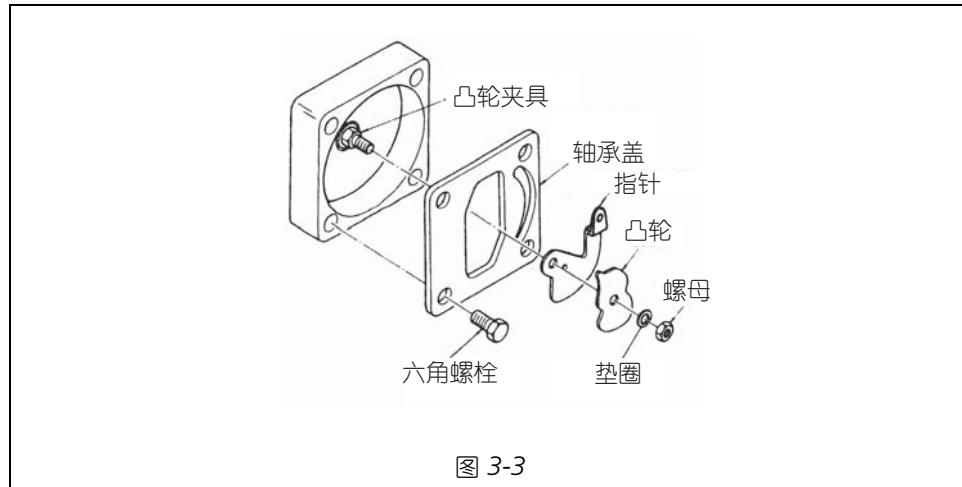
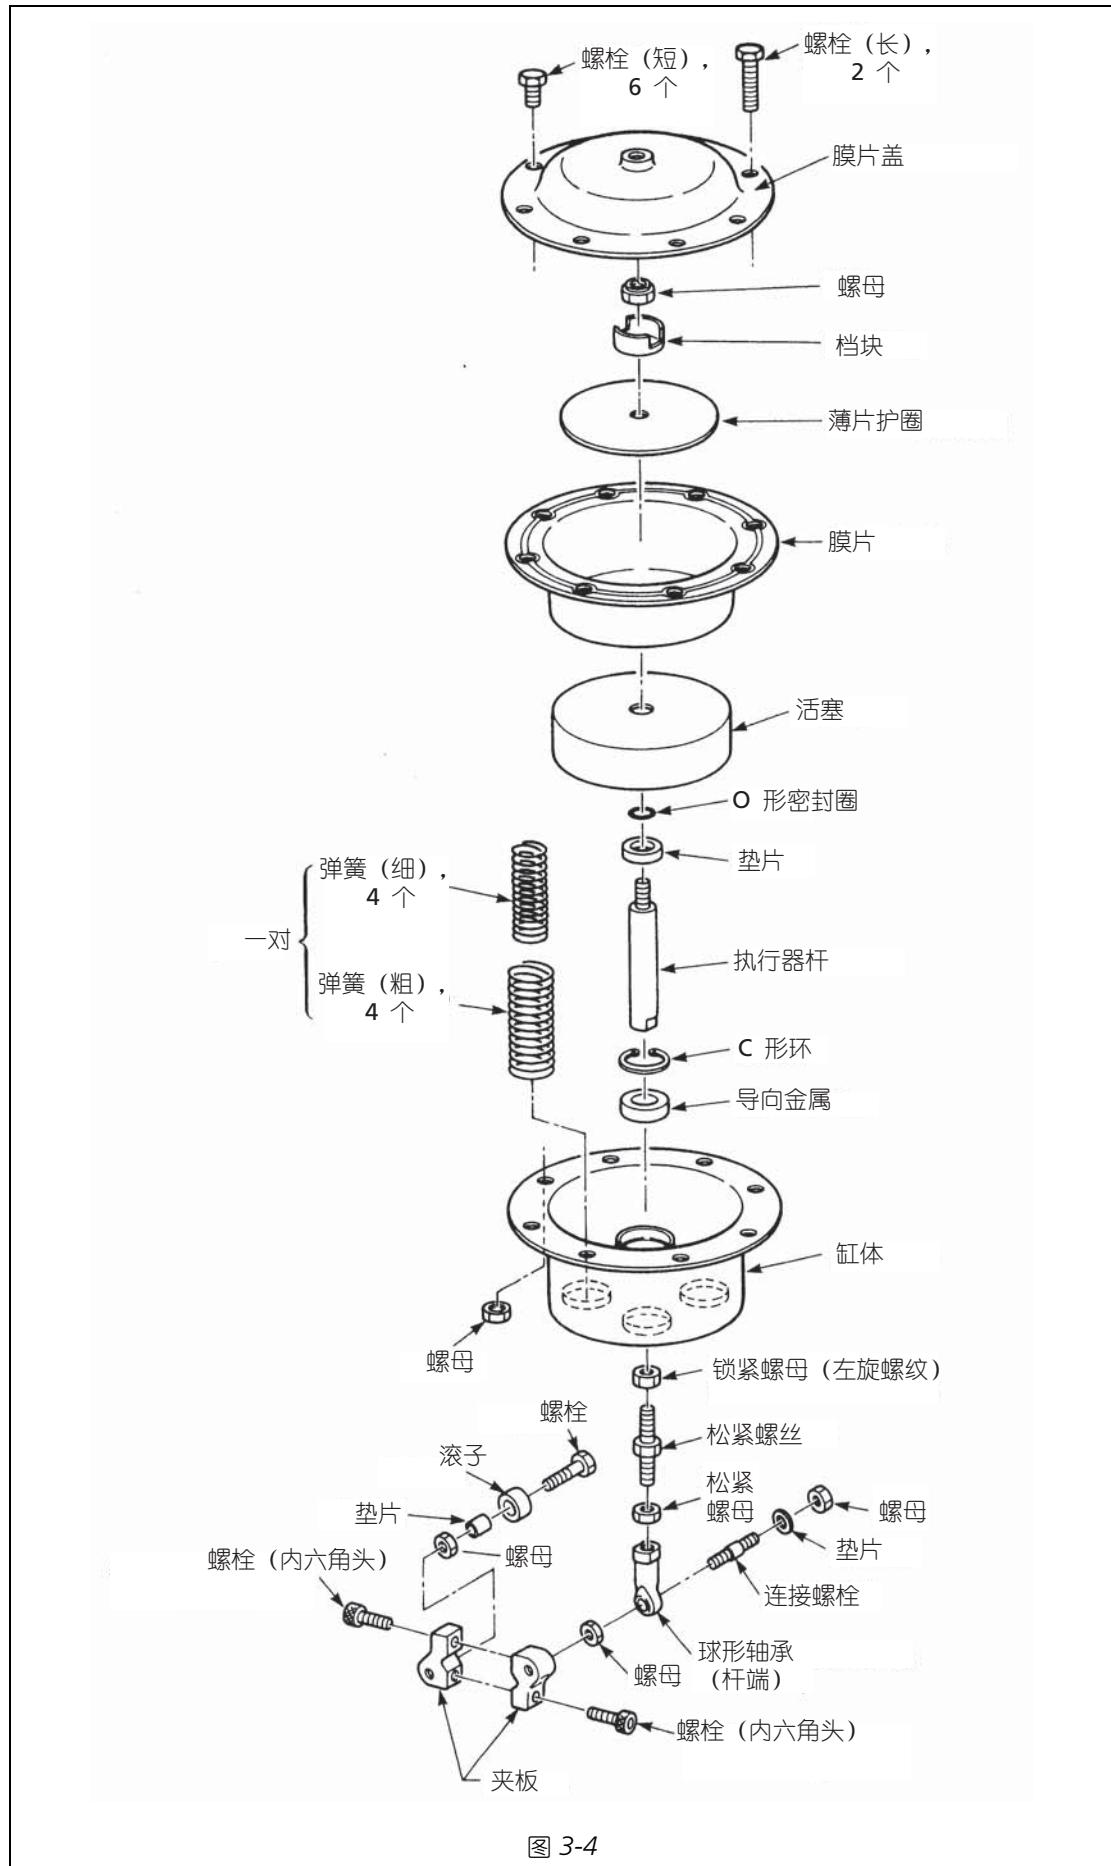

图 3-3
图 3-4
- (1) 通过减压阀将气管接到执行器上。
- (2) 松开松紧螺丝上的两个锁紧螺母（一个是右旋螺纹，另一个是左旋螺纹），然后旋转松紧螺丝使其松开，且螺纹部分暴露得更多。（参照图 3-2 和图 3-4）
- (3) 调整减压阀供给执行器下述气压：正作用场合为弹簧范围的上限值；反作用场合为弹簧范围的下限值。
- (4) 用扳手转动松紧螺丝的六角螺母部分，直到夹板上的部件无法绕夹板轴旋转时为止。旋转方向如下所述：
- (5) 将指针与刻度尺的 S 刻度线对齐。
- (6) 彻底拧紧锁紧螺母。
- (7) 有关定位器的调整，请参照“第四章：阀门定位器”。
- (1) 首先，参照“第四章：阀门定位器”将定位器从阀本体上分离。
- (2) 分离阀门定位器后，拆下螺母并拆下阀杆前端的凸轮和指针。（参照图 3-3。）
- (3) 对于反作用阀门，由于执行器杆上施加预紧力，因此，松开两个锁紧螺母（一个是右旋螺纹，另一个是左旋螺纹），然后旋转松紧螺丝使其松开，且螺纹部分暴露得更多。
- (4) 拧下夹板的螺钉（内六角头）以拆下夹板。（参照图 3-4。）
- (5) 拆下将支架紧固到阀本体的 4 根螺栓，并将执行器从阀本体上分离。
- (6) 进一步松开松紧螺丝并将其从执行器杆上拆下。
在更换零件或进行检修等需拆卸执行器的场合，请按下述步骤进行。（参照图 3-4。）拆卸执行器时，请注意不要损坏膜片或活塞。
- (1) 从阀主体上拆下执行器。（参照“3-3：执行器从阀本体上分离”和图 3-4。）
- (2) 除位于相反位置的两个长螺栓之外，从膜片上盖拆下所有夹紧螺栓和螺母。（参照“3-3：执行器从阀本体上分离”和图 3-4。）
- (3) 交替着以相同方式松开两个长夹紧螺钉，并拆下膜片上盖。
- (4) 从缸体中取出膜片的夹入部分，抬起活塞的底部，并从缸体取出活塞部分。
- (5) 将一个扳手钳住执行器杆底部的缺口平板，拆下顶部螺母。拆下活塞、膜片、薄片挡圈、挡块、垫片和 O 形密封圈。